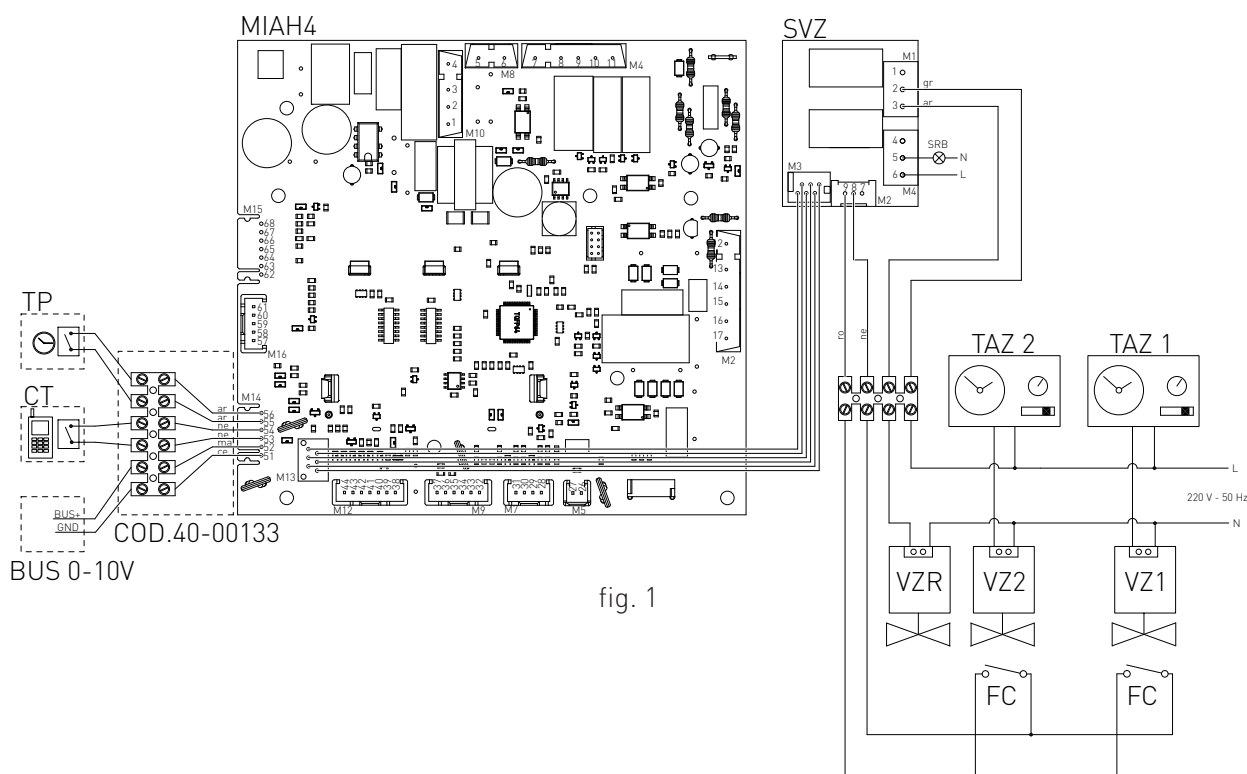

fig. 1
- (TP) EVENTUALE TIMER DI DISATTIVAZIONE PRERISCALDO SANITARIO
- (CT) COMBINATORE TELEFONICO
- > una volta rimosso il carter effettuare i seguenti collegamenti sulla scheda elettronica (vedi fig. 1).